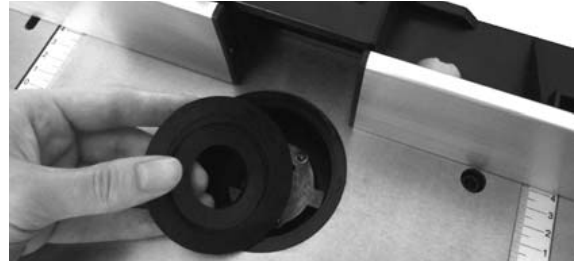

Abb. 15: Installation und Wechsel der Werkzeugaufnahme
Schritt 2: Entfernen Sie die Tischring (Abb. 15).